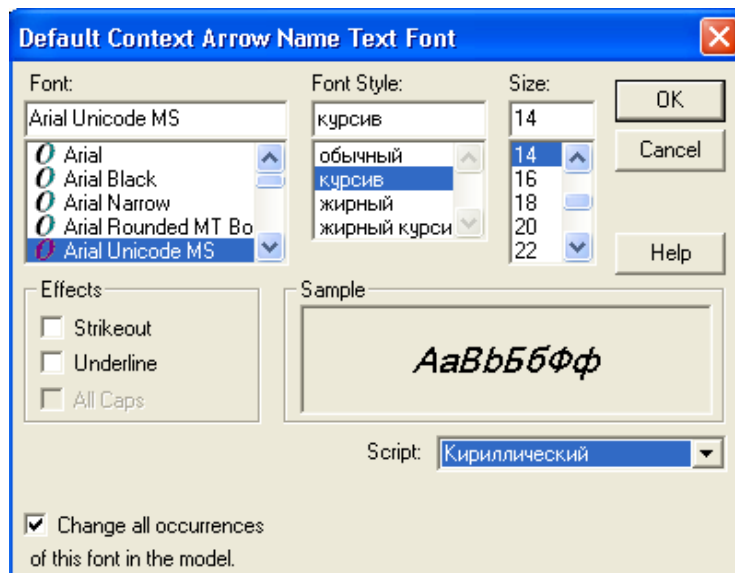

Рис. 1.16. Диалоговое окно Default Context Arrow Name Text Font
7. Установите шрифт **Arial Unicode MS**, курсив, 14 пт. (рис. 1.16.).